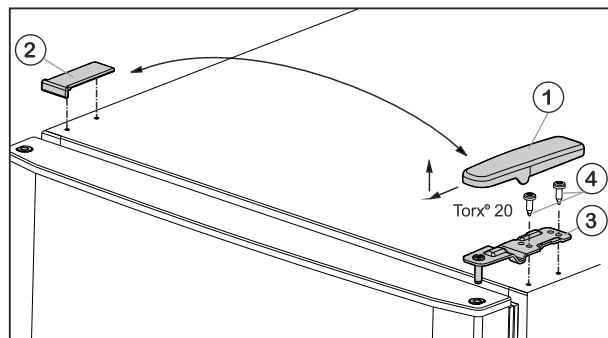

Fig. 6
- ▶ Afdekking Fig. 6 (1) naar voren en omhoog wegtrekken.
- ▶ Afdekking Fig. 6 (2) verwijderen.
- ▶ Bovenste scharnierplaat Fig. 6 (3) losschroeven (2 keer Torx® 20) Fig. 6 (4) en omhoog wegtrekken.
- ▶ Bovenste scharnierplaat Fig. 6 (3) op de nieuwe scharnierzijde in de deur plaatsen.
- ▶ Bovenste scharnierplaat **vastschroeven (met 4 Nm)** (2 keer Torx® 20) Fig. 6 (4). Eventueel een accuboormachine gebruiken.
- ▶ Afdekking Fig. 6 (1) van buitenaf terugplaatsen op de andere zijde en vastklikken.
- ▶ Afdekking Fig. 6 (2) telkens van bovenaf terugplaatsen op de andere zijde en vastklikken.